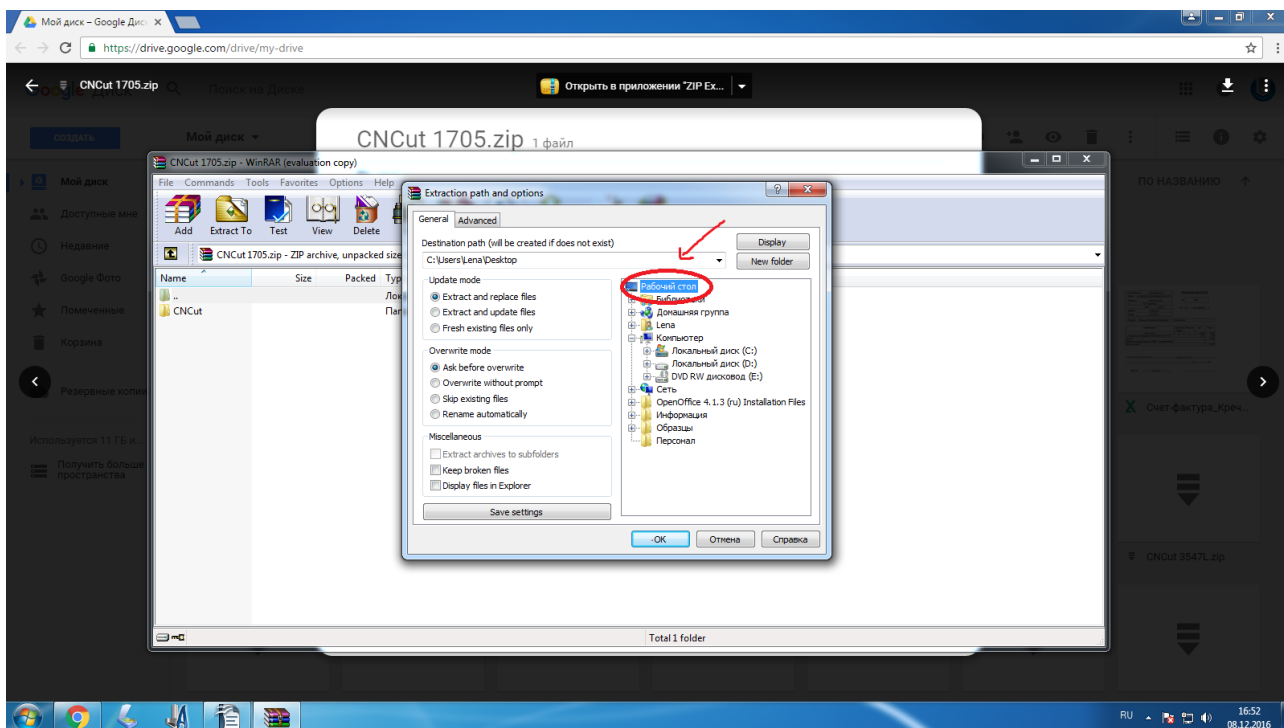

Рисунок 1. Распаковка скачанного архива
- 1) Скачайте из архива ПО для станка по ссылке предоставленной менеджером компании CNCStachinesUA, рисунок 1